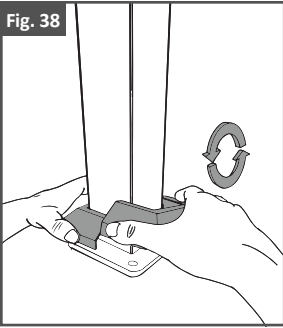

Fig. 39
4. Asegúrese de que uno de los pasadores de bloqueo en la segunda cubierta encaje con la ranura apropiada en la primera pieza de la cubierta, como se muestra en la Fig. 39.